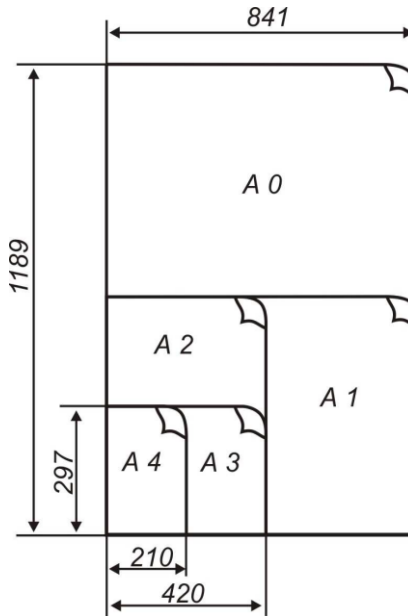

Рис. 1. Схема построения форматов
Единство форматов устанавливает ГОСТ 2.301–68. Стандартом устанавливаются пять основных форматов чертежей: A4 (11), A3 (12), A2(22), A1 (24), A0 (44) (рис. 1).